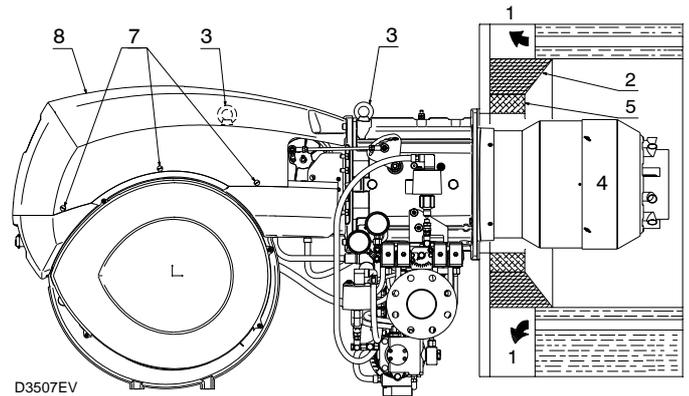

Abb. 12
Für Heizkessel mit vorderem Abgasumlauf 1)(Abb. 12), oder mit Flammenumkehrkammer muß eine Schutzschicht aus feuerfestem Material 5), zwischen feuerfestem Material des Kessels 2) und Flammrohr 4) ausgeführt werden.
Für die Kessel mit wassergekühlter Frontseite ist die Verkleidung mit feuerfestem Material 2)-5)(Abb. 12), nicht notwendig, sofern nicht ausdrücklich vom Kesselhersteller erfordert.
Ein passendes Hebesystem vorbereiten und an den Ringen 3)(Abb. 12) einhängen.
- Den mitgelieferten Wärmeschutz am Flammrohr 4)(Abb. 12) einstecken.